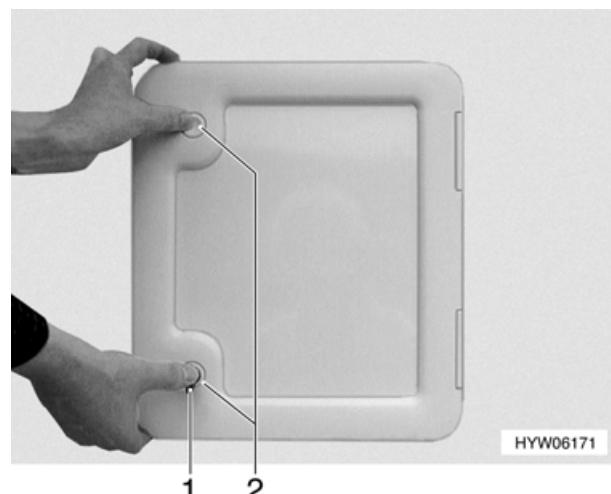

Bild 99 Öffnen der Thetford-Klappe
Die Klappe für die Thetford-Kassette (Bild 99) befindet sich außen am Reisemobil:
- Drehschloss (Bild 99,1) mit Schlüssel öffnen.
- Beide Druckschlösser (Bild 99,2) gleichzeitig drücken und Thetford-Klappe öffnen.